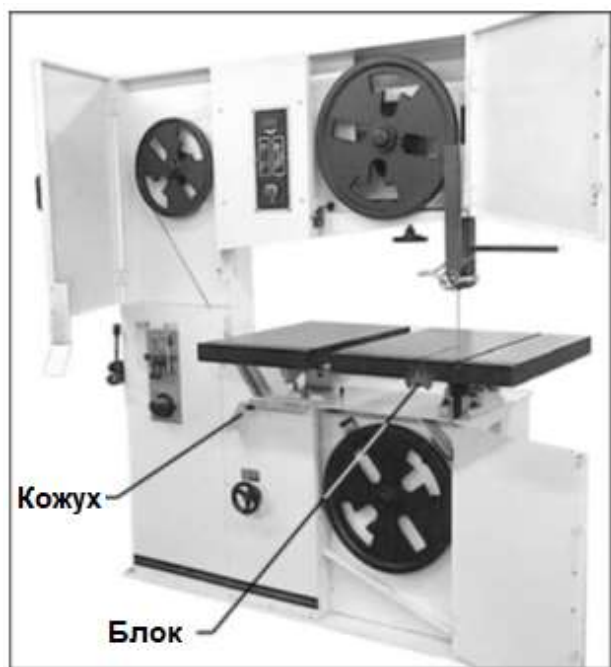

Рис. 5.
2. Откройте верхнюю и нижнюю дверцы шкивов, отведите защитный кожух пильной ленты (Рис. 5).
3. С передней части стола уберите блок (Рис. 5).